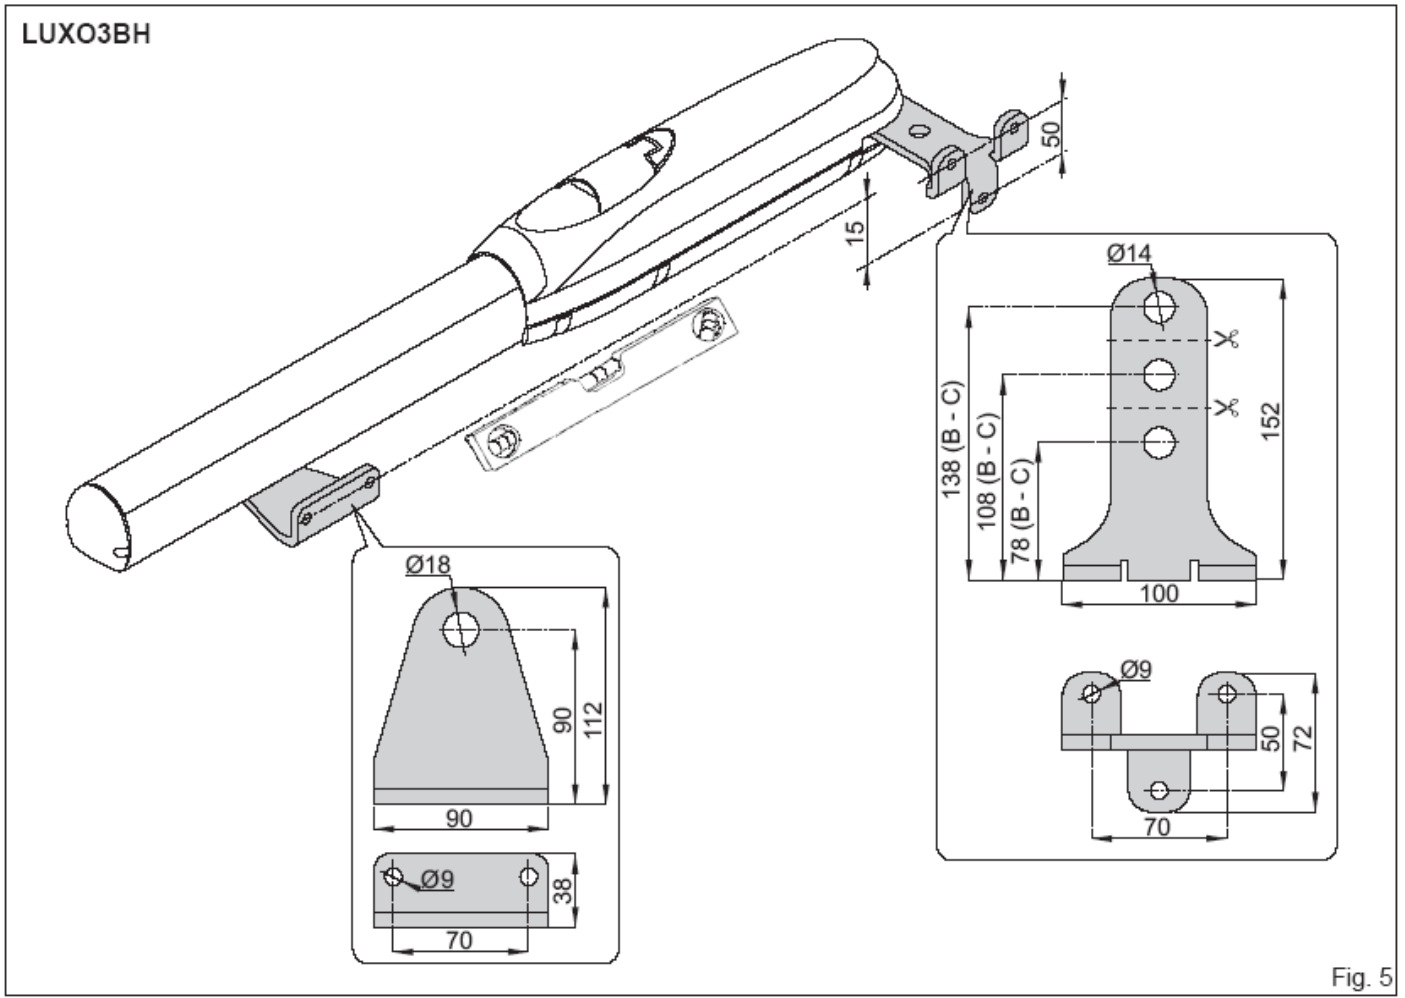

Fig. 5
- Rögzítse a LUXO3BH automatikát a szerelvényhez a fig.5 ábra szerint